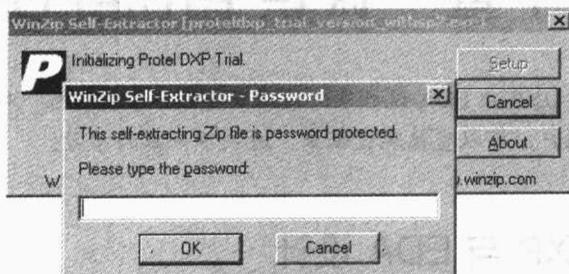

图 1-1 压缩文件解压对话框
(1) 双击下载的文件 proteldxp\_trial\_version\_withsp2.exe，开始解压缩安装文件，此时会弹出如图 1-1 所示的对话框，要求用户输入获取的安装许可密码。